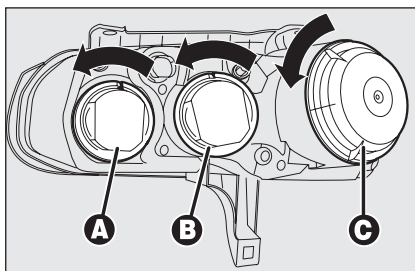

fig. 25
La disposizione delle lampade del gruppo ottico **fig. 25** è la seguente:
- ruotare in senso antiorario il coperchio **A-fig. 25**;
- scollegare il connettore elettrico **A-fig. 25**;
- ruotare in senso antiorario il coperchio **B-fig. 25**;
- ruotare in senso antiorario il coperchio **C-fig. 25**;